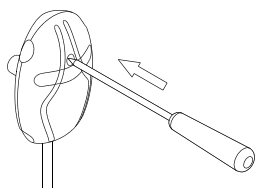

Bild 8. Hur återställa överhettningsskyddet
- Temperaturgivaren är utrustad med ett överhettningsskydd som garanterar aggregatets och bastuns säkerhet. Om temperaturen i givarens omgivning stiger för högt, stänger överhettningsskyddet av strömmen till aggregatet. Återställning av överhettningsskyddet visas på > Bild 8. *Hur återställa överhettningsskyddet*